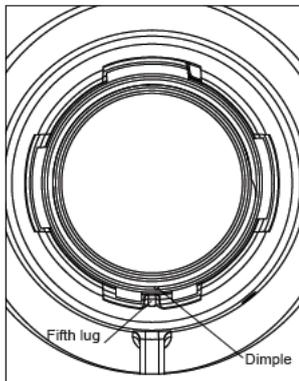

Рис. 6F
3. Повернуть соединительную часть заглушки по часовой стрелке на примерно 40° до совмещения ее щели с пазом для выступа (находится в положении «6:00 часов») на патрубке, см. Рис. 6F.
6. С помощью заостренного перфоратора и молотка сделать небольшую «ямочку» на лицевой плоскости соединительной части головки-заглушки как показано на Рис.6F и 6J. Эта отметка должна находиться на линии центра раздвоенного выступа на соединительной части бронзовых головок.
2. Повернуть всю заглушку по часовой стрелке на примерно 40о до совмещения щели в соединительной части с выемкой ответного выступа (находится в положении «6 часов») на патрубке, см. Рис. 6F.